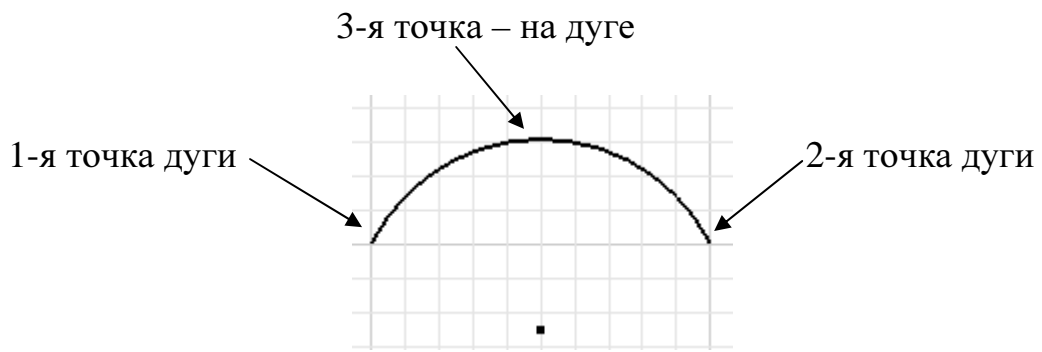

Рис. 13
**По трем точкам** – сначала указывается первая точка дуги, затем конечная и точка на дуге, нарисуйте дугу этим способом, рисунок 13.